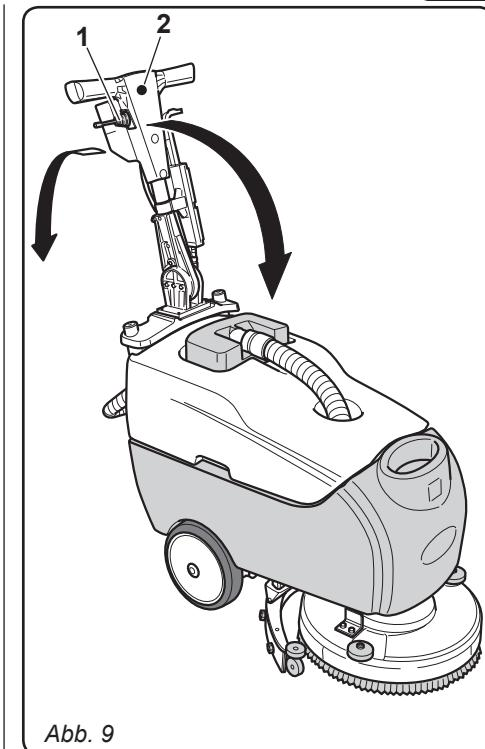

Abb. 9
7.1 HEBEL ZUM EINSTELLEN DES WINKELS DER HANDSTANGE (Abb.9)
- Durch Ziehen des Hebels (1) ist es möglich, die Position der Handstange (2) zu ändern;